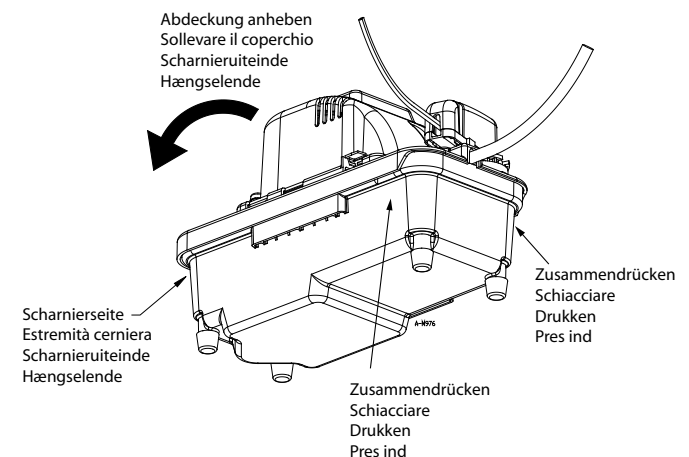

Fig. 7 • Abb. 7 • Afb. 7 (DE/IT/NL/DA)
- Um zwecks Reinigung auf den Tank, den Schwimmer oder das Ansaugsieb zugreifen zu können, drücken Sie leicht auf die Tankwände, um die Verriegelung zu lösen (Abbildung 7), ergreifen Sie dann die Motorabdeckung, und heben Sie sie an. (Die Scharniere der Motorabdeckung befinden sich